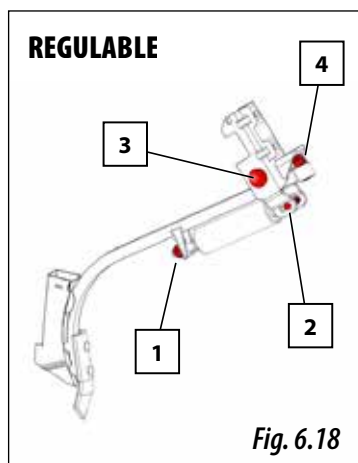

Fig. 6.18
Para regular la presión que ejercerá el brazo sobre el terreno debe actuar sobre la tuerca del muelle (1, Fig. 6.18). La presión también se puede ajustar modificando la posición del bulón (2, Fig. 6.18).
Estos brazos están sujetos al soporte mediante un tornillo especial SOLÀ (3, Fig. 6.18) provisto de tuerca autobloqueante, que al actuar sobre la misma se controla la holgura del brazo.
- 1- Actuar sobre la tuerca y el tornillo (4, Fig 6.18).